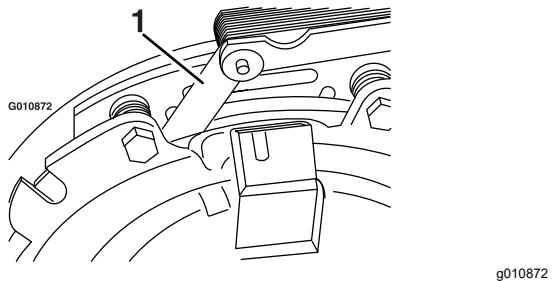
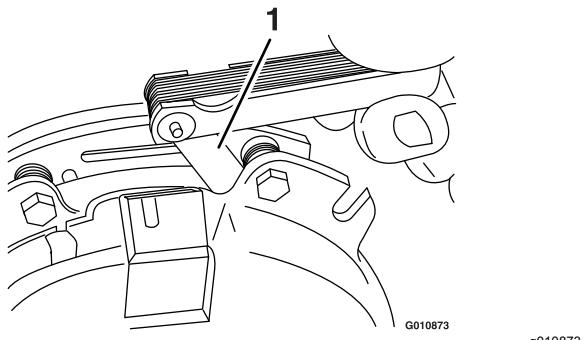

Figure 72
Figure 73
- E. A l'aide d'une jauge d'épaisseur de 0,25 mm (0,01 po), vérifiez qu'il existe un entrefer entre le rotor et la face de l'induit, de chaque côté du pôle de frein, comme montré à la Figure 72 et la Figure 73.